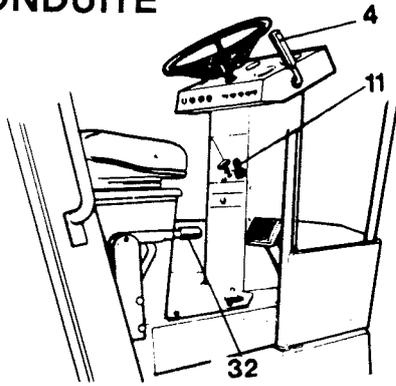

Fig. 7 Poste de conduite
(La vitesse maxi s'obtient en plaçant (4), fig.7, à fond.)
- 4 Desserrer le frein de stationnement (32), fig. 7, en amenant le levier du haut vers le bas. Le témoin du frein de stationnement doit s'éteindre.
- 5 Porter le levier de marche avant/arrière (4), fig. 7, vers l'avant ou l'arrière avec précaution - d'après le sens de déplacement désiré. S'assurer d'abord que l'aire de travail est libre à l'avant et à l'arrière du rouleau.